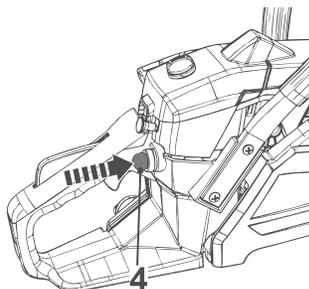

Fig. 20
Prima o disparador (4) 6 vezes ao ligar o produto com o motor frio (Fig. 20). Não prima o disparador para arranques a quente.